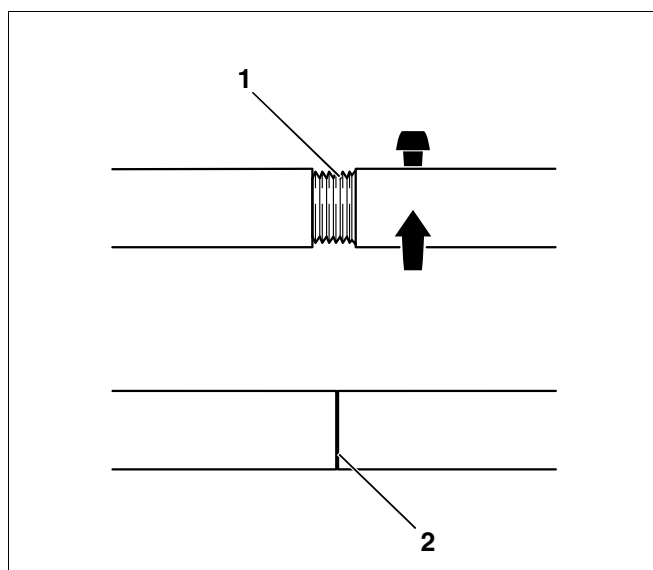

Fig. 17 Îmbinarea filetată a tijeii de transmisie
- Controlați după fiecare presare îmbinările filetate ale tijelor de transmisie și corectați-le în caz de nevoie (Fig. 17, **Poz. 2**). Când tija de transmisie s-a rotit complet și nu se mai vede filetul, atunci poziționarea este corectă.